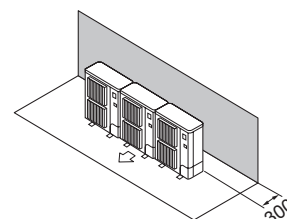

Fig. 2-9
- ① Арт жақтағы кедергілер (Fig. 2-9)